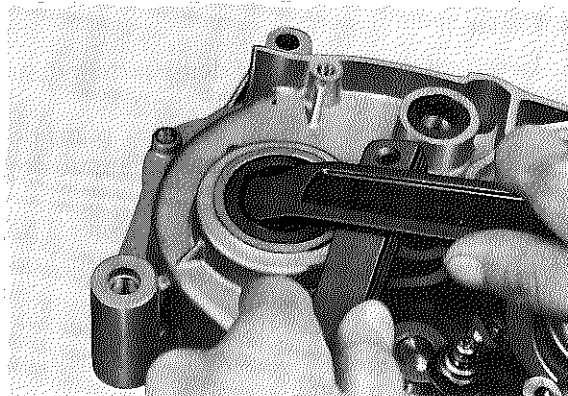

Fig. 3-3-37
Always replace all oil seals when overhauling engine. (Fig. 3-3-37)
Place a piece of wood under the screwdriver to prevent damage to case. (Fig. 3-3-37)
Remplacer toutes les bagues d'étanchéité lors de la révision du moteur (Fig. 3-3-37).
Placer une pièce de bois sous le tournevis, pour éviter d'endommager le carter (Fig. 3-3-37).
- a. Öldichtungen mit einem Schlitzschraubenzieher herausdrücken. Öldichtungen bei jeder Motorüberholung erneuern. (Fig. 3-3-37)
Ein Stück Holz unter den Schraubenzieher legen, um das Gehäuse nicht zu beschädigen. (Fig. 3-3-37)